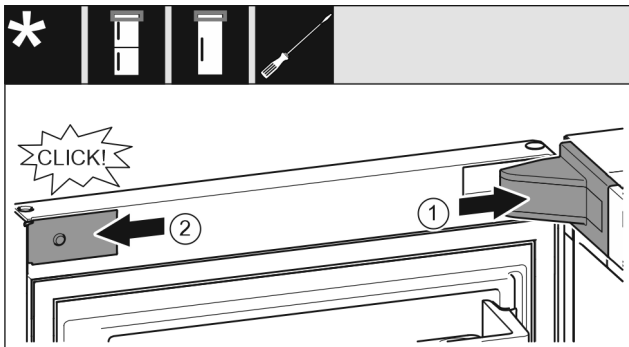

Fig. 19
- ▶ Uždėkite atraminės gembės dengiamąją plokštelę ir užfiksuokite, prireikus atsargiai išspauskite. Fig. 19 (1)
- ▶ Uždėkite ir užfiksuokite gaubtą. Fig. 19 (2)